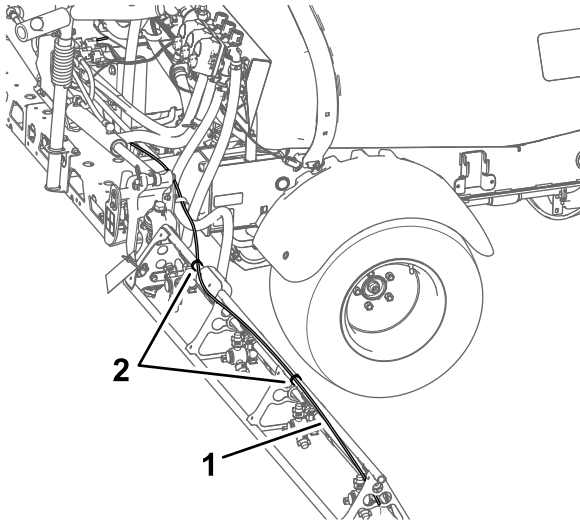

图 24
- 如图 24 所示沿外侧喷洒段上撑杆的后侧安装管子总成。
- 如图 24 所示用扎带将管子总成固定到外侧喷洒段。